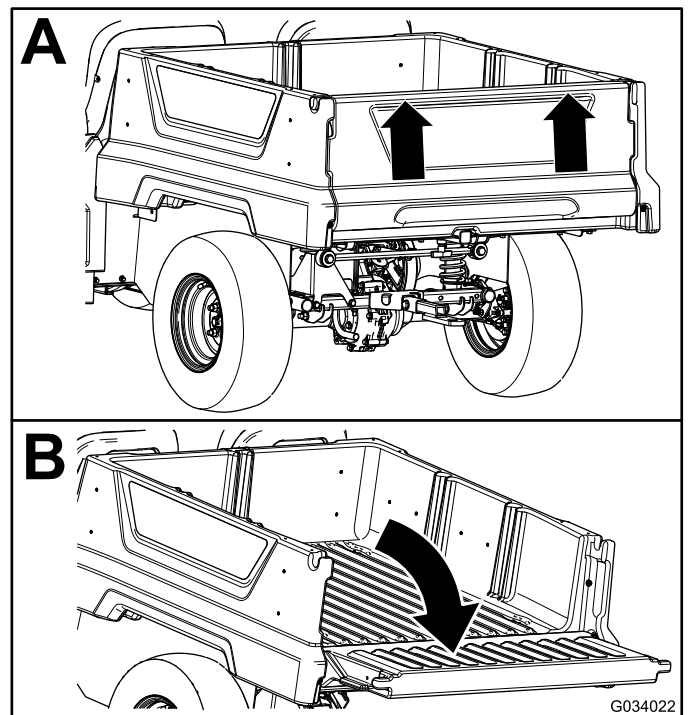

Figure 15
2. Utilisez les deux mains pour soulever le hayon en le prenant par le bord supérieur (Figure 15).
3. Abaissez le hayon jusqu'à ce qu'il soit au niveau du fond du plateau de chargement (Figure 15).